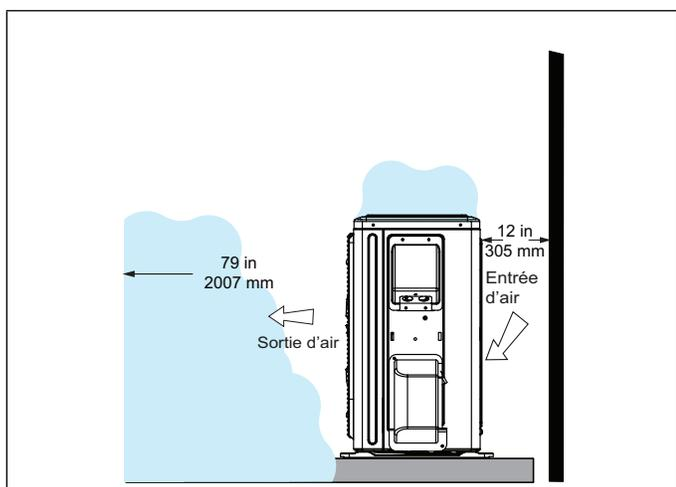

Figure 19. Débit d'air d'une unité extérieure obstrué par de la neige
- Dans certaines régions fortement enneigées, ne pas placer l'unité là où la neige peut s'accumuler comme illustré à la «Figure 19. Débit d'air d'une unité extérieure obstrué par de la neige».